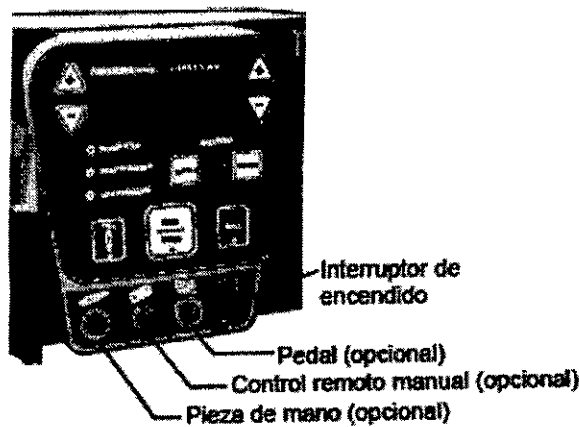

Figura 4
3. Conecte los **accesorios** a la bomba (figura 4).
4. **Encienda** la bomba presionando "I" en el interruptor de encendido, situado en la parte delantera de la bomba (figura 4). Aparecerá la versión de software en la pantalla, seguida por los ajustes iniciales.